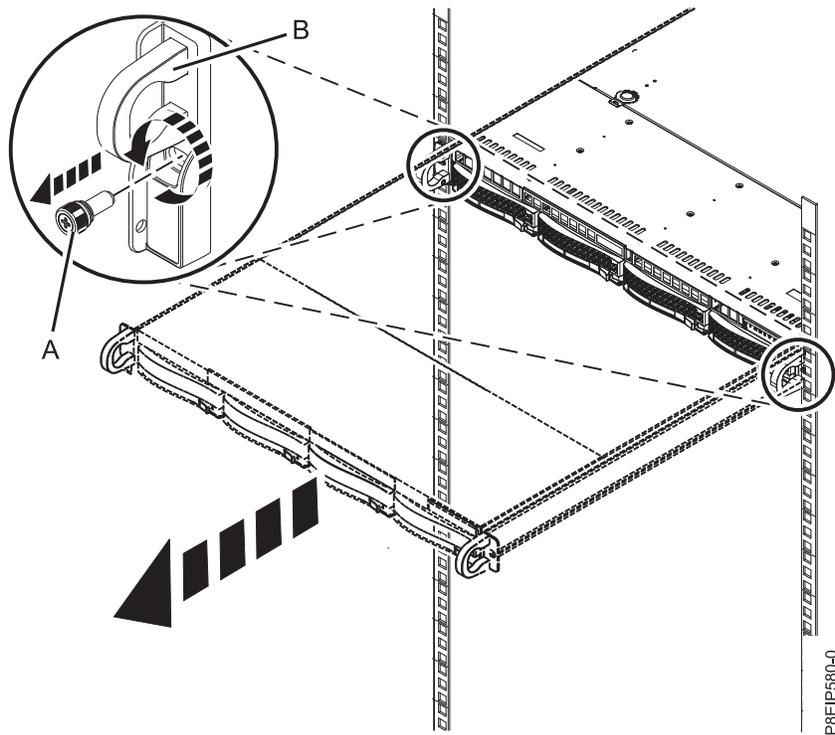

Figura 84. Removendo os parafusos frontais e removendo o sistema do rack
2. Remova os parafusos frontais que prendem o sistema ao rack de ambos os lados do sistema, conforme mostrado na Figura 84.